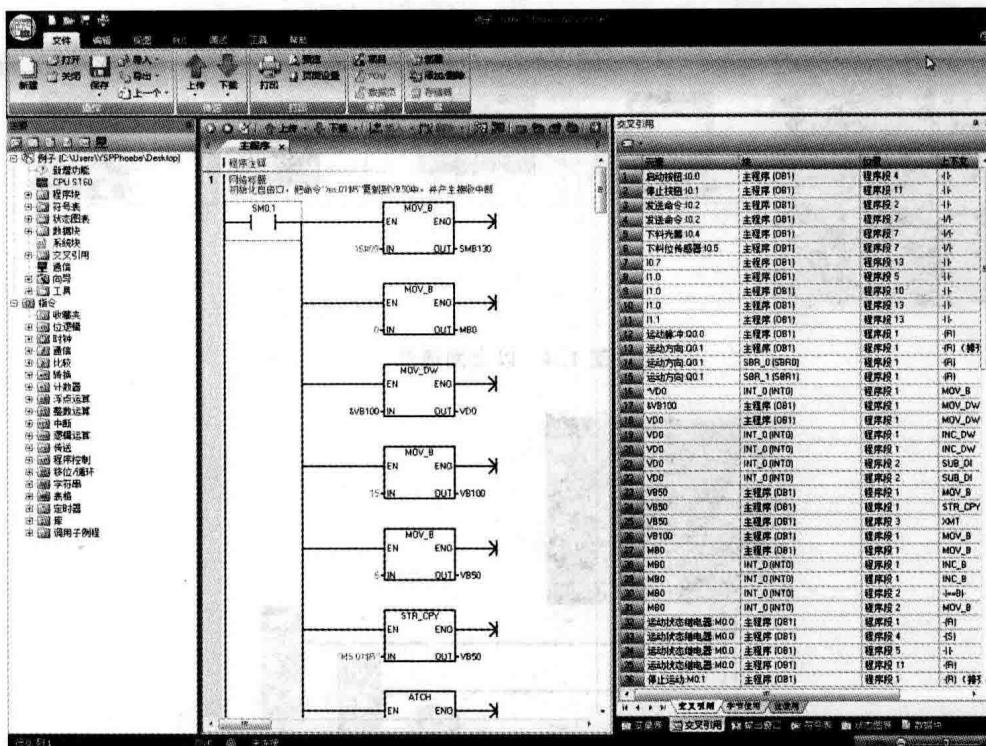

图 1.6 STEP 7 - Micro/WIN SMART 软件界面
STEP 7-Micro/WIN SMART 在继承西门子编程软件强大功能的基础上,融入了更多的人性化设计,如新颖的带状式菜单、全移动式界面窗口、方便的程序注释功能、强大的密码保护功能等,在体验强大功能的同时,大幅度提高了开发效率,缩短了产品上市时间。STEP 7-Micro/WIN SMART 软件界面如图 1.6 所示。